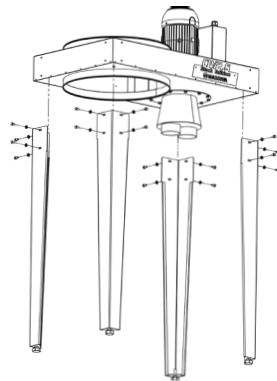

figura 2
2. Instale os quatro pés de fixação, removendo os parafusos que estão na máquina, posicionando e apertando os parafusos, conforme (figura 2).